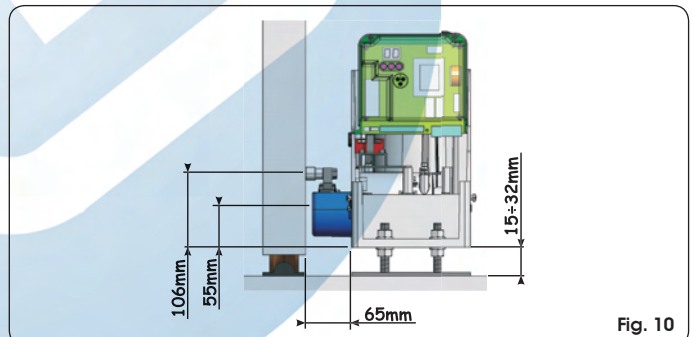

Fig. 10
- ⑤ Régler la hauteur des pieds et la distance du portail en faisant référence à la Fig. 10.